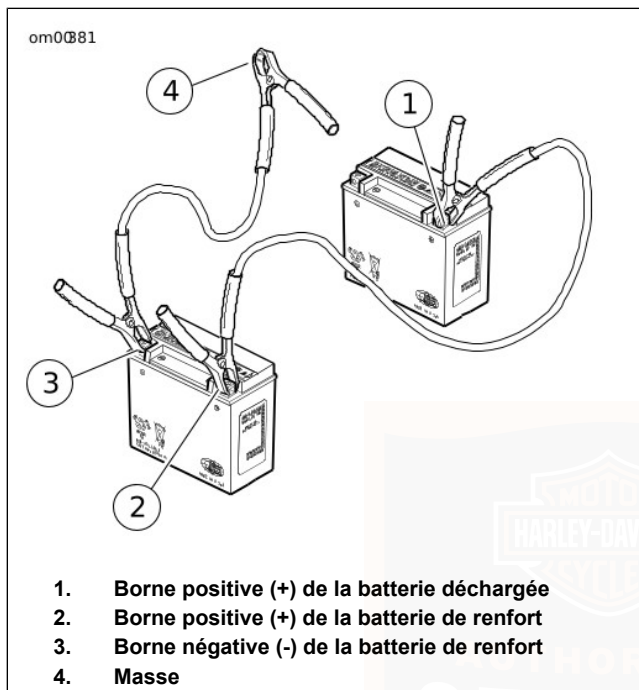

Figure 52. Connexions des câbles de démarrage
1. Voir Figure 52. Connecter une extrémité du câble de démarrage à la borne positive (+) de la batterie DÉCHARGÉE (1).
2. Connecter l'autre extrémité du même câble à la borne positive (+) de la batterie de RENFORT (2).